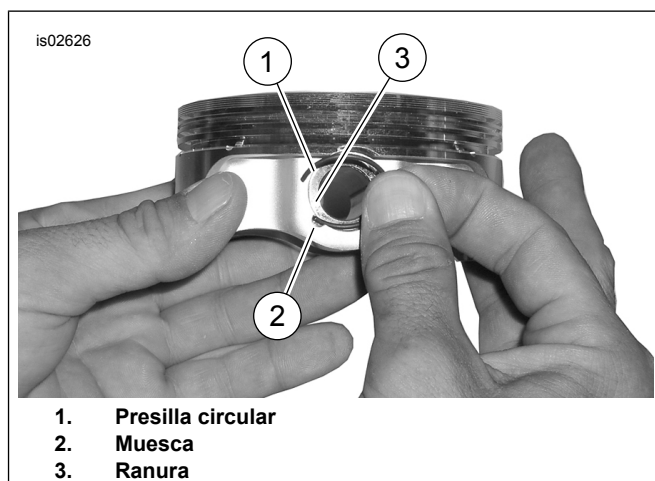

Figura 3. Presilla circular y pistón
1. Vea Figura 3. Inserte el extremo abierto de la presilla circular (1) dentro de la muesca (2) en la ranura (3) alrededor del saliente del pasador del pistón para que el espacio libre esté a la posición de las 12:00 o 6:00 cuando se instale.